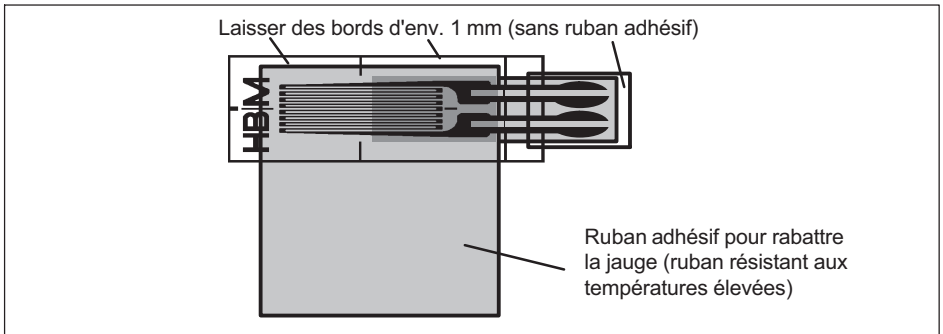

Fig. 5.2 Fixation du ruban adhésif
- ▶ Tirer de nouveau sur le ruban adhésif de l'autre côté de la jauge de façon à former une charnière qui permettra de soulever la jauge sans modifier sa position. La colle super-flue peut s'échapper par les côtés de la jauge qui ne sont pas recouverts de ruban adhésif (Fig. 5.2).